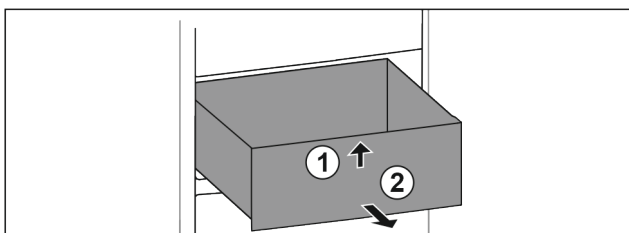

Fig. 120
- ▶ 抬起抽屉前部。 Fig. 120 (1)
- ▶ 朝前取出抽屉。 Fig. 120 (2)